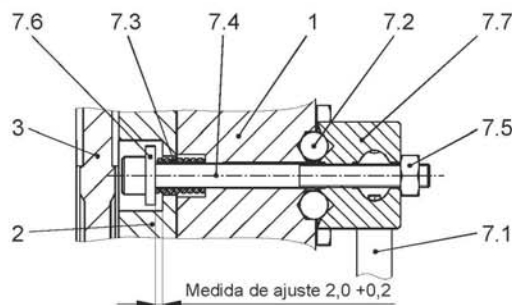

Figura 8
Al levantar las piezas de unión (7.7) de las bolas de acero (7.2) se traccionan los dos tornillos de cabeza cilíndrica (7.4) junto con las arandelas (7.6) y con la armadura (2) contra el portabobinas (1) (Figura 8).